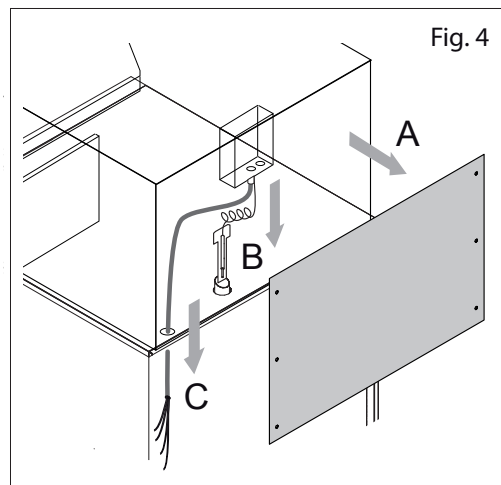

Fig. 4
2. Remover os 6 parafusos de fixação do painel posterior da coifa (3 para cada lado) e o painel (Fig. 4/A)
3. Liberar o bulbo do termostato do sistema de fixação e posicioná-lo no tubo de descarga do vapor (furo redondo - Fig. 4/B)
4. Liberar os cabos de alimentação do sistema de fixação e inseri-los no prensa-cabo (Fig. 4/C).